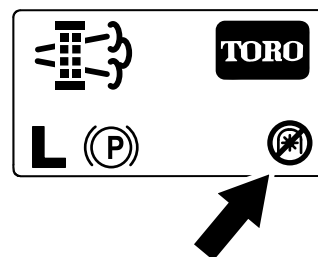

Figure 43
**Remarque:** L'écran d'accueil affiche l'icône de désactivation de la PDF (Figure 43).
**Remarque:** L'écran d'accueil affiche l'icône de désactivation de la PDF ; voir Figure 43 et Messages de régénération en stationnement \(page 41\).